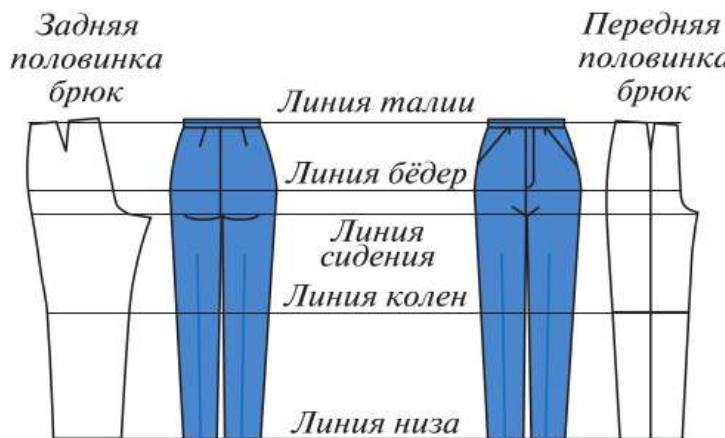

Рис. 6.51. Конструктивные линии на чертеже брюк
- Используя рисунок 6.51, покажите на чертеже брюк основные конструктивные линии.